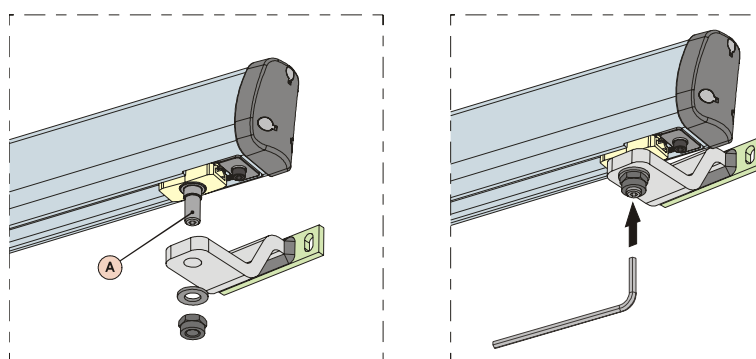

Fig. 11
4) Assemblare la staffa anteriore come indicato in Fig.11. Nella parte inferiore dell'attacco è stata ricavata una sede esagonale CH=5 (Fig.11 rif.A) per facilitare le operazioni di montaggio.